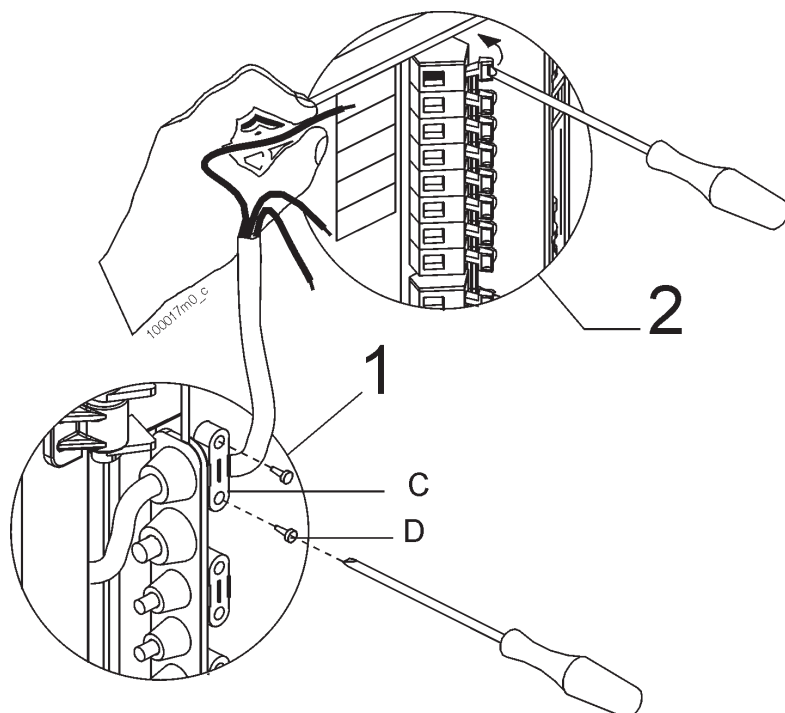

Figura 16 - Collegamento alimentazione
- Per collegare i cavi premere col cacciavite nelle leve di apertura della morsettiera come illustrato in figura 16.
Per collegare i cavi premere col cacciavite nelle leve di apertura della morsettieria come illustrato in figura 16.